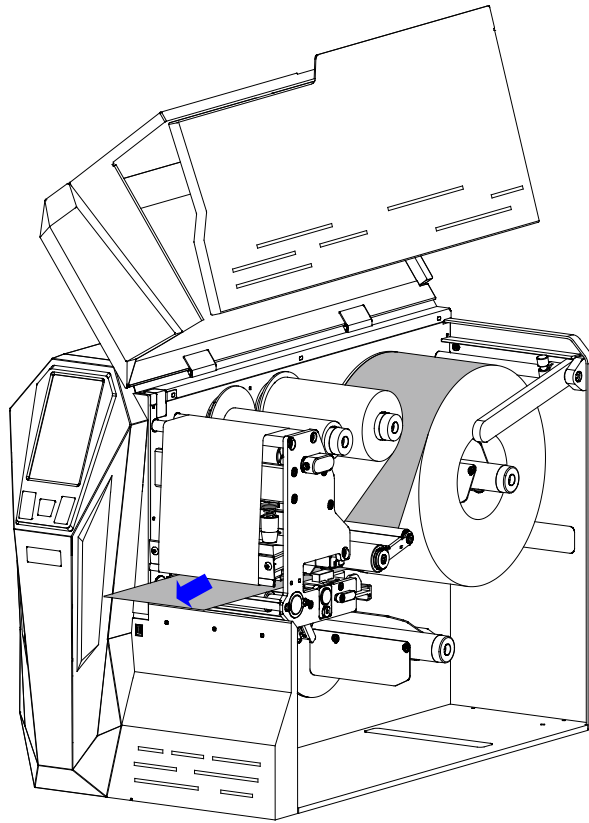

图 2-19 穿出标签纸
- 按照图 2-4 所示的标签纸路径，将标签纸依次通过导纸辊组件下方、纸张探测器组件中间，然后从打印头组件下方穿出，如图 2-19 所示。